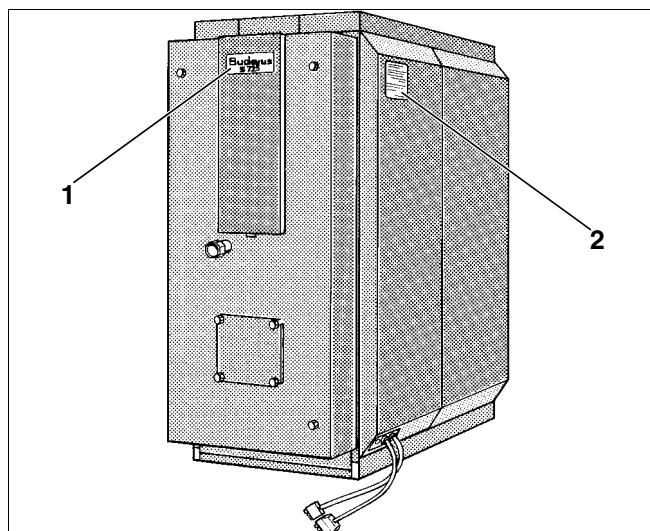

Fig. 22 Ilustração do princípio
- Fixe a placa do aparelho em cima, no friso da porta (fig. 22, **item 1**).
- Fixe a placa de identificação na parede lateral da caldeira (fig. 22, **item 2**).